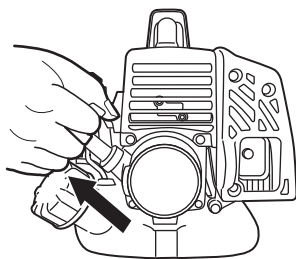

Fig. 18
(4) Tire enérgicamente del arrancador de retroceso, tomando la precaución de mantener el asidero bien sujeto para evitar que se escape de la mano. (Fig. 18)
- (6) Vuelva a tirar enérgicamente del arrancador de retroceso. (Fig. 18)